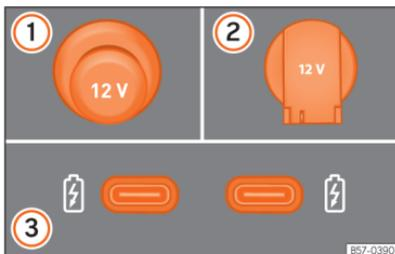

Abb. 153 12-Volt-Steckdosen im Fahrzeug
»» (Abb. 153)
Je nach Ausstattung und Land kann das Fahrzeug auch über USB-Anschlüsse mit **ausschließlicher Lade- oder Steckdosenfunktion** »» (Abb. 153) ③ verfügen.